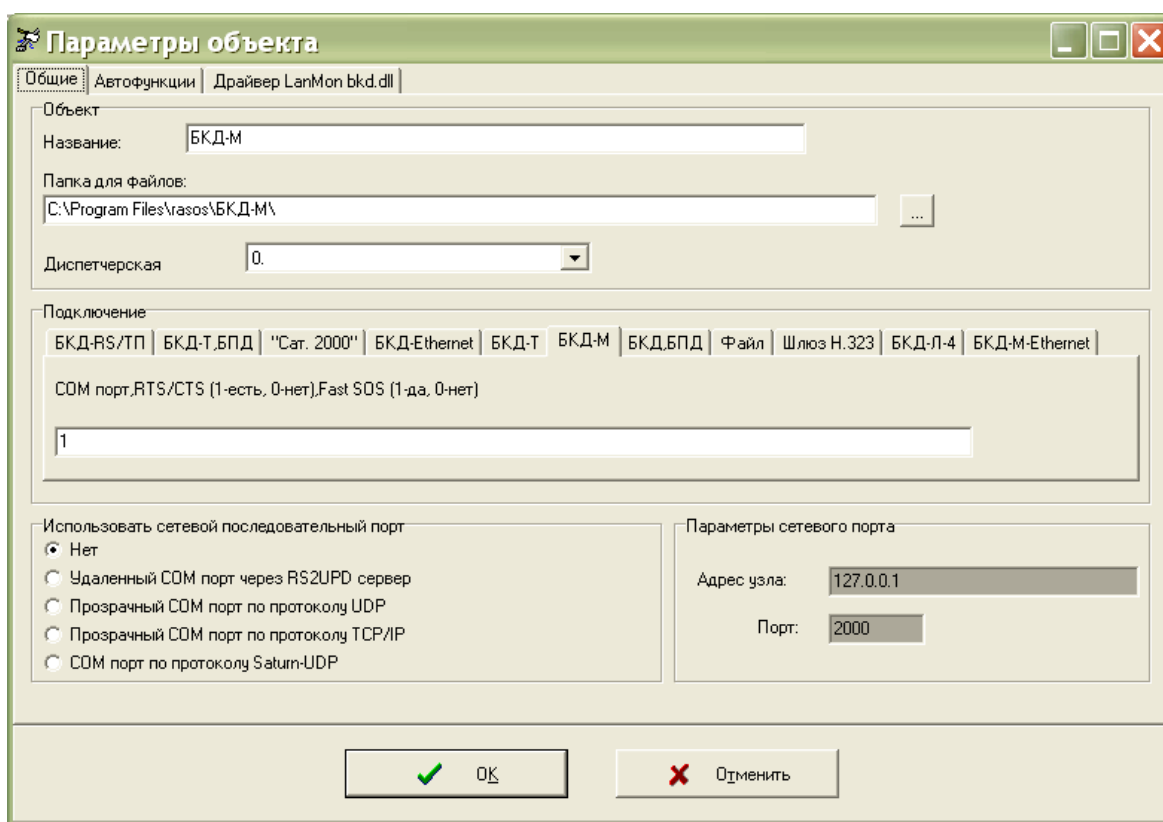

Рисунок 14
3) Создать подключение к БКД-М, указать номер COM порта ПЭВМ, к которому подключен БКД-М (рисунок 14).